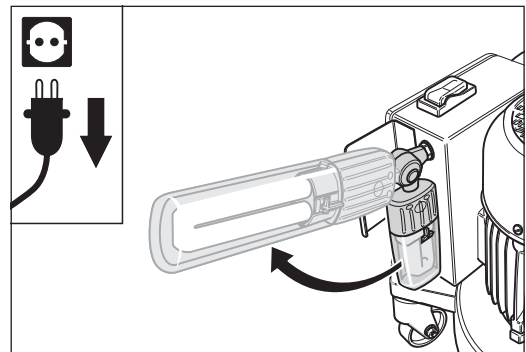

Abb. 86 Die Arbeitslampe nach oben schwenken.
- 2 Schwenken Sie die Arbeitslampe nach oben (Abb. 86).